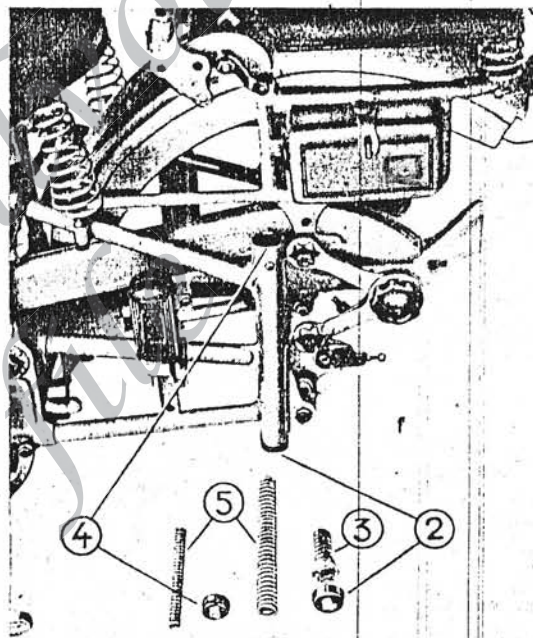

Fig. 22
Togliere il cappello filettato inferiore (2 fig. 22) e si estrae la molla (3) che ha la funzione di assorbire i colpi di ritorno della sospensione.